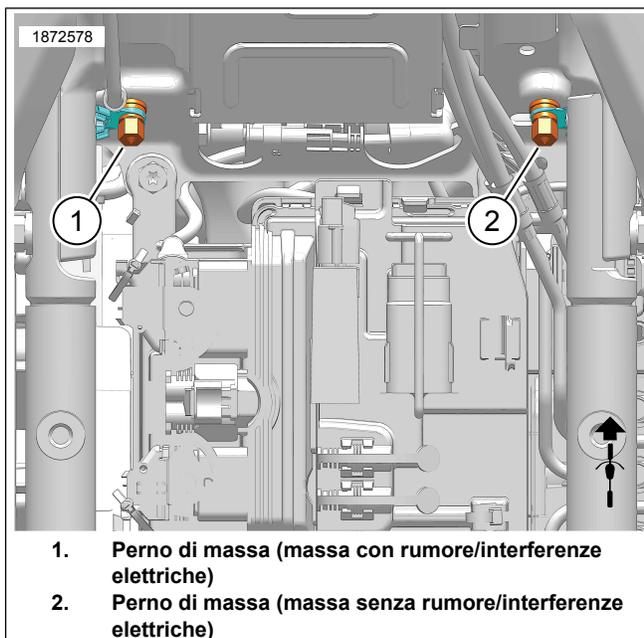

Figura 7. Posizione dei perni di massa della scatola della batteria
- b. Vedere Figura 7 Far passare il filo di massa attraverso il foro rettangolare verso i perni di massa.
Vedere Figura 7 Disporre e collegare il filo di massa dell'ATM al perno di massa pulito (2). Serrare.